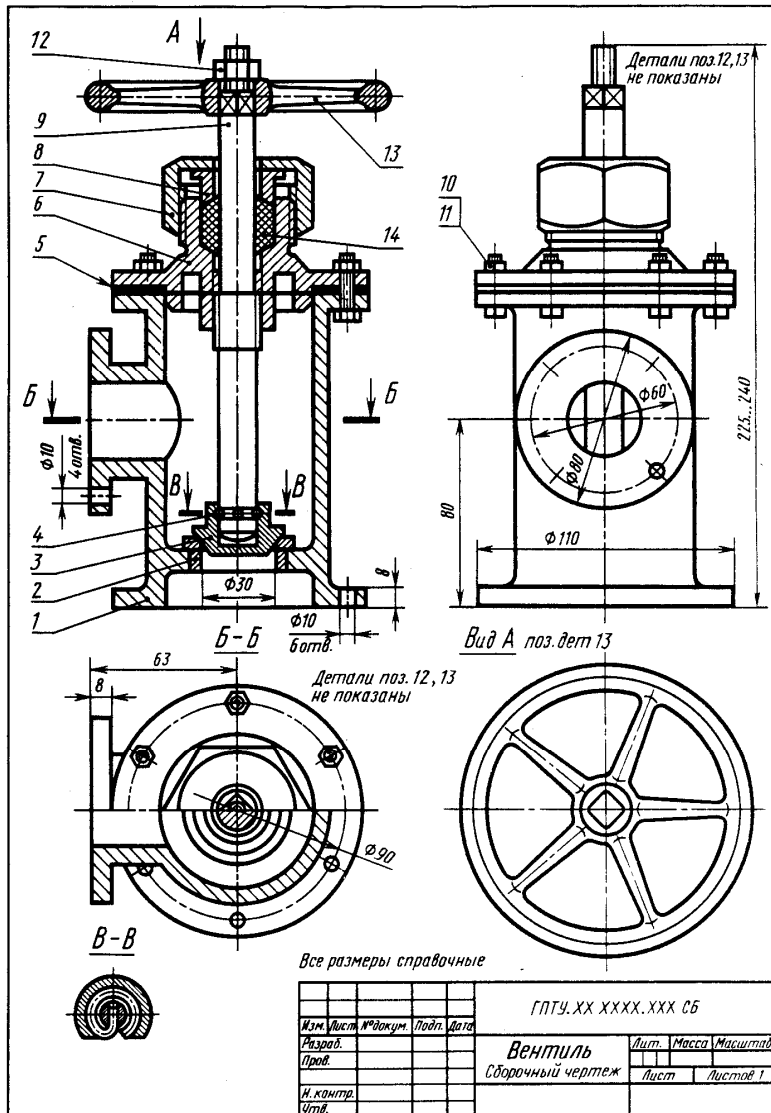
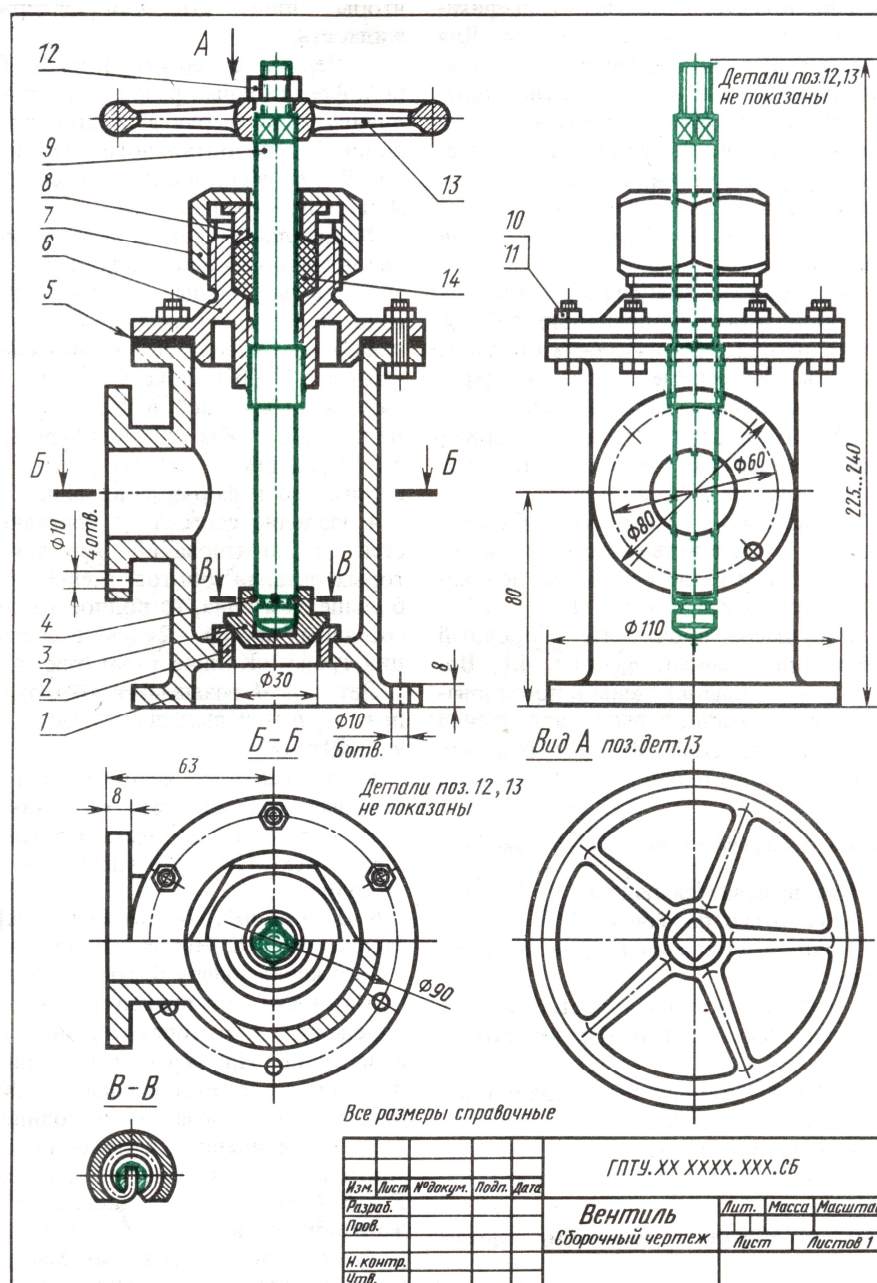

Рис. 8.1. Сборочный чертеж вентиля
Рис. 8.3. Чертеж вентилля, на котором цветом выделена деталь «Шпиндель» (показаны и те контуры, которые на сборочном чертеже не видны)
Для примера прочитайте сборочный чертеж, приведенный на рис. 8.1. Вопросы к нему расположены в последовательности, указанной выше для чтения сборочных чертежей. Вначале ответьте на них самостоятельно.
Вопросы к сборочному чертежу (см. рис. 8.1.)
## Ответы на вопросы к сборочному чертежу (см.рис.8.1.)
6. Детали «Шток» спецификацией присвоена поз. 9. Найдя около главного изображения цифру 9, мы по концу линии-выноски, оканчивающейся точкой, определяем местонахождение детали в изделии. На чертеже (см.рис.8.1.) шток представлен на главном изображении, на виде слева, на половине горизонтального разреза, и на сечении В-В. Сопоставив все данные на чертеже изображения штока (на рис.8.3 они условно обведены цветом), мы устанавливаем, что шток имеет цилиндрическую форму. На одном конце его нарезана резьба под гайку М14 (см. спецификацию) и профрезерован призматический элемент квадратного сечения. Примерно посередине длины штока нарезана резьба. Другой коней штока имеет канавку и заканчивается специфическим элементом.